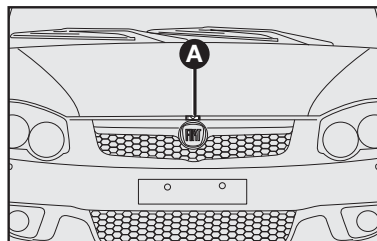

fig. 112
- 2) Mover a trava localizada sob o capô para cima **A**-fig. 112;